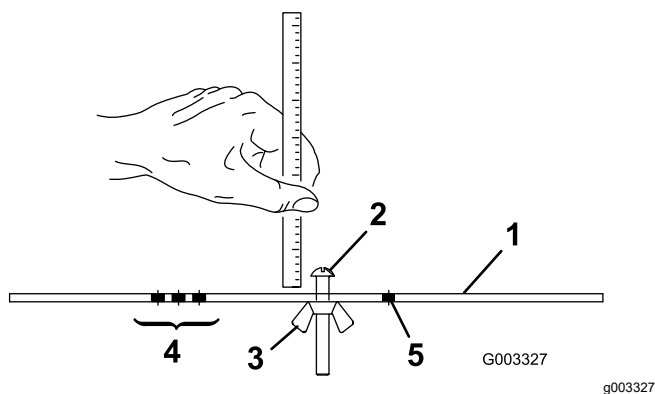

Figura 16
2. Slăbiți piulița de pe bara de distanare (Figura 16) și setați urubul de reglare la înălțimea de tăiere dorită.